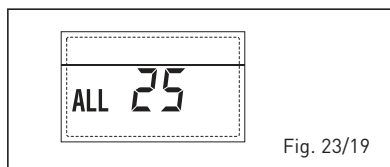

Fig. 23/19
– **ANOMALIA Sonda AUSILIARIA (S3) “ALL 26”** (fig. 23/20)